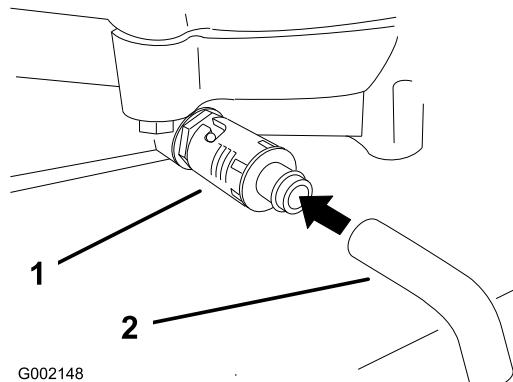

図 25
4. ドレンの下に廃油受けを置く。ドレンバルブを回して開き、オイルを排出する（図 25）。